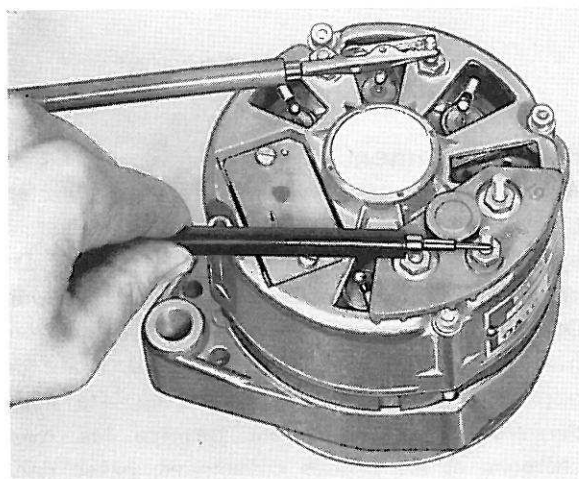

Figure 38. Contrôle de l'alternateur
7. Brancher une lampe de test entre la borne B+ et la carcasse de l'alternateur. Inverser le branchement. La lampe ne doit s'allumer que dans l'un de ces branchements, figure 38. Après réparation, il est recommandé d'essayer l'alternateur au banc.